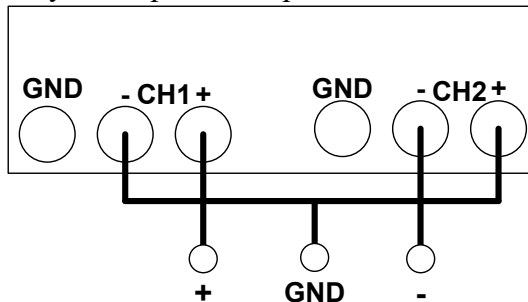

Рис. 1 З'єднання клем UTP3055 для отримання симетричного живлення.
- 2.1. Використовуючи область OPAMP TYPE III BASIC плати ASLK (рис. 1а) зібрати схему зображену на рис. 5б